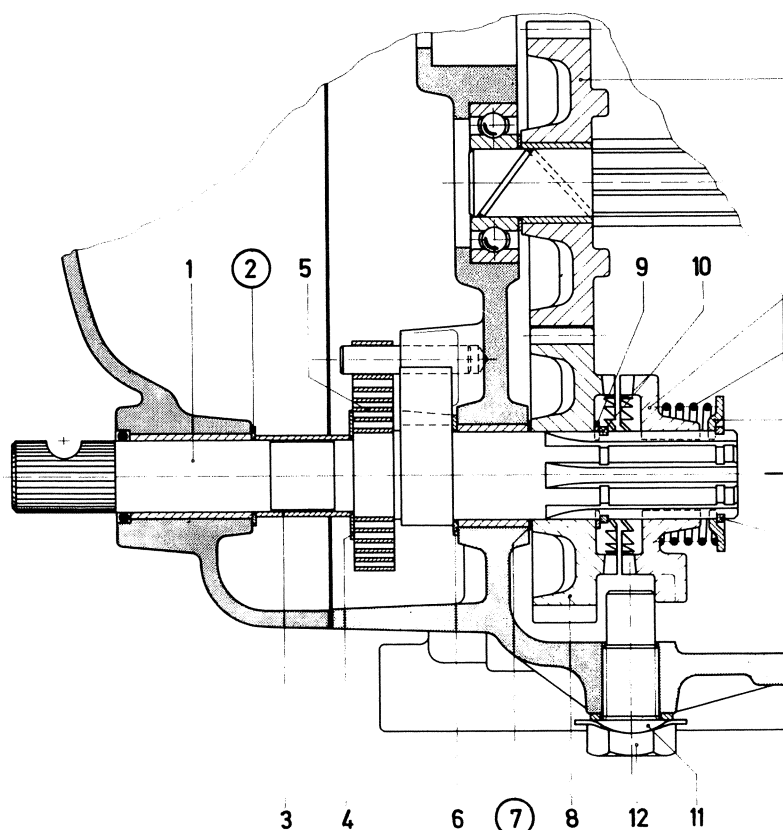

Fig. 60
a) Demontage des Kickstarters (Fig.60)
a) Démontage du kickstarter (fig. 60)